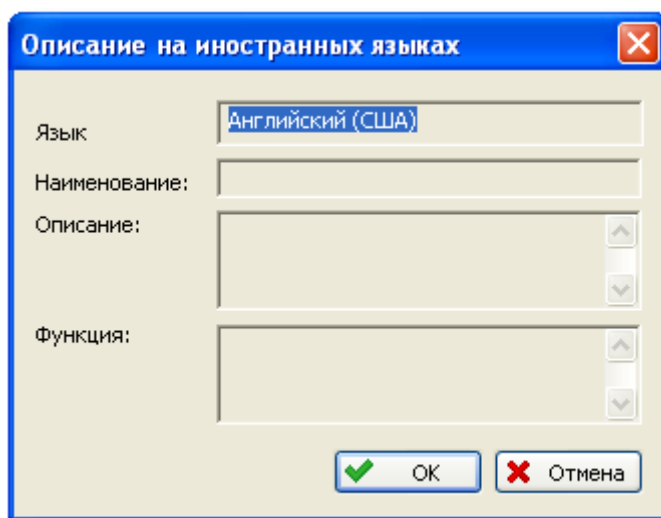

Рис. 6-22. Внешний вид диалогового окна «Описание на иностранных языках» для корневого элемента ЛСИ
5. Для ввода наименования, описания элемента ЛСИ и описания функции, выполняемой элементом, на иностранном языке нажмите на кнопку **Описание на иностранном языке**. Введите данные в появившемся окне **Описание на иностранных языках** и нажмите на кнопку **ОК** (рис. 6-22). Для корневого элемента ЛСИ все поля автоматически заполняются данными, введенными для элемента ЛСИ-системы.